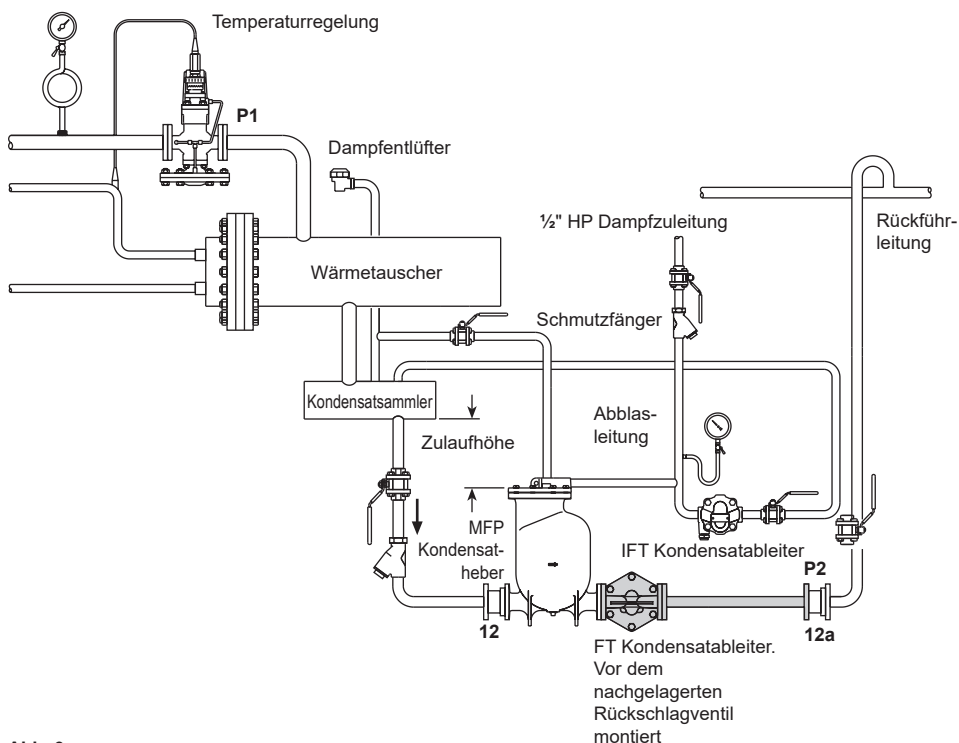

Abb. 9
6. Sobald der Gegendruck gegen den Kondensatheber niedriger als der Druck in der zu entleerenden Anlage ist, müssen ein passend bemessener Schwimmer und ein thermischer Kondensatableiter zwischen dem Kondensatheber und dem Rückschlagventil am Austritt installiert werden, wie in Abb. 9 dargestellt.